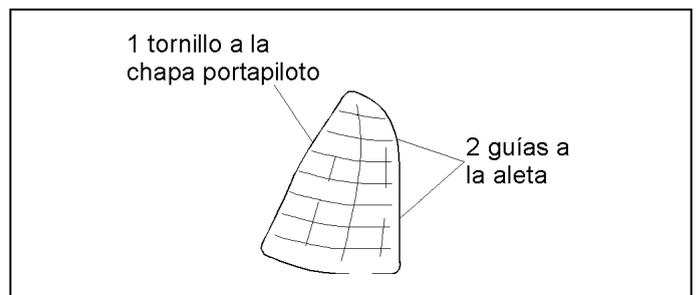

Figura 47.- Unión del piloto trasero
En la figura 47, se muestra la unión del piloto trasero con el resto de la carrocería.
- Piloto (figura 47).
- Pilotos traseros (figura 47).